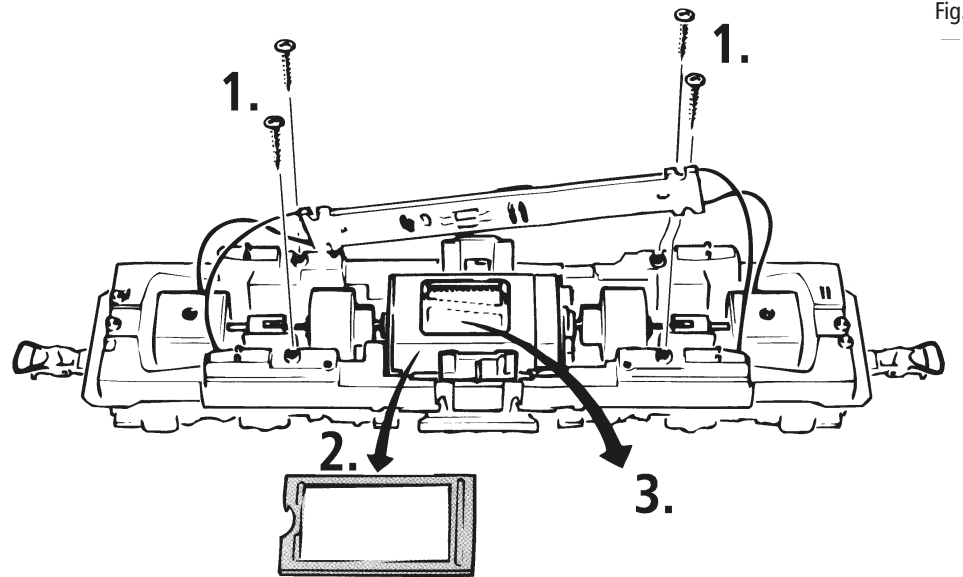

Fig. 10
Ausführung für Wechselstrom: siehe Fig. 10
A.C. operation: see fig. 10
4. Remplacement des balais du moteur: Démontez la caisse (voir fig. 4). Démontez ensuite le moteur et échangez le balais (fig. 10).